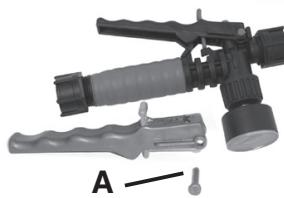

Figura 2
2) Retire la clavija de retención (A) (Figura 2); coloque el extremo de la clavija de retención que lleva la muesca en una superficie dura y empuje hacia abajo. Retire la clavija de retención y deslice la manija para sacarla de la válvula.